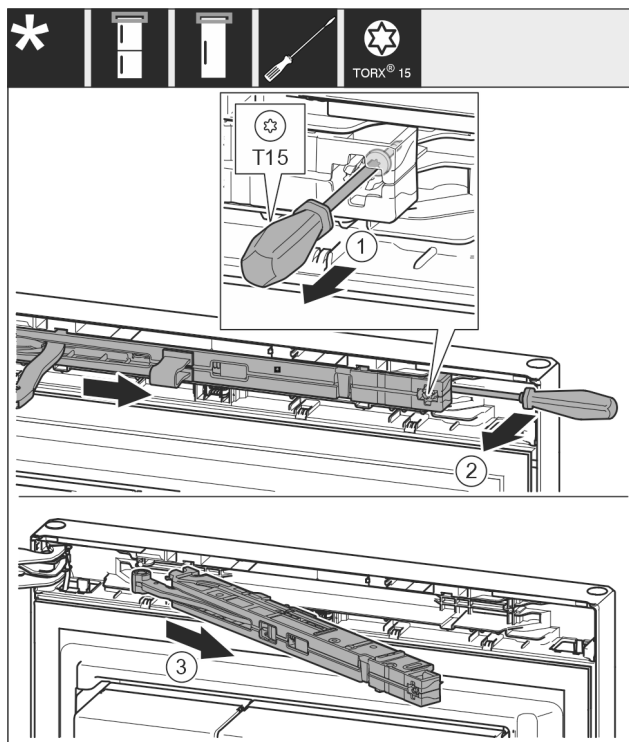

Fig. 11
- Allentare la vite Fig. 11 (1) sull'unità ammortizzatore di chiusura di 14 mm.
- Estrarre l'unità ammortizzatore di chiusura Fig. 11 (2) dal lato della maniglia facendo leva in avanti con un cacciavite.
- Estrarre l'unità ammortizzatore di chiusura Fig. 11 (3).